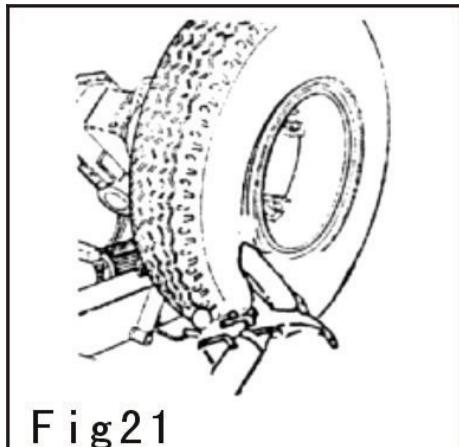

Fig 21
3) Presser le disque circulaire dans la bride (comme **Fig 21**)